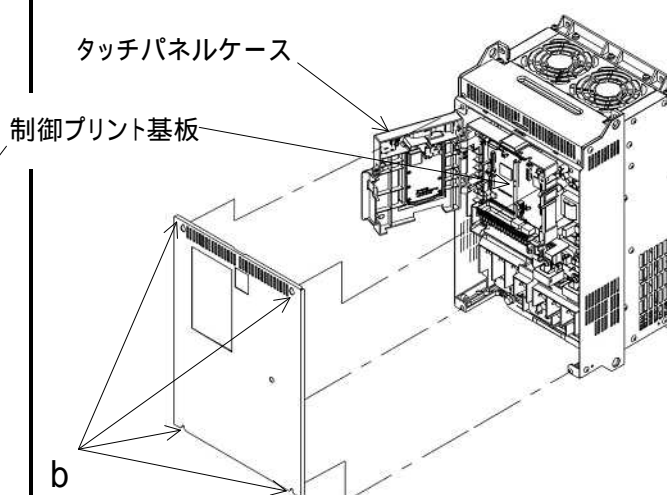

図 2.1-2 前カバーの取外し方法
- (1) 図 2.1-2 のように、b 部の表面カバー取付けネジ(容量により個数は異なります)を外し、表面カバーを取り外してください。
- (2) タッチパネルケースを開けてください。
- (1) 本インタフェースカードのコネクタ(CN1)が制御プリント基板のコネクタ(D-port)に接続するように、インタフェースカードを取り付けます。
- (2) 本インタフェースカードの取付け用穴(①～⑥)の①と②にインタフェースカード付属のねじ"a"(2本)を、③～⑥にスペーサ"b"(4本)を取り付けます。
- (3) 図 2.1-1, 図 2.1-2 の「前カバーの取外し方法」を参照して、前カバーを取り外した手順と逆に取り付けます。